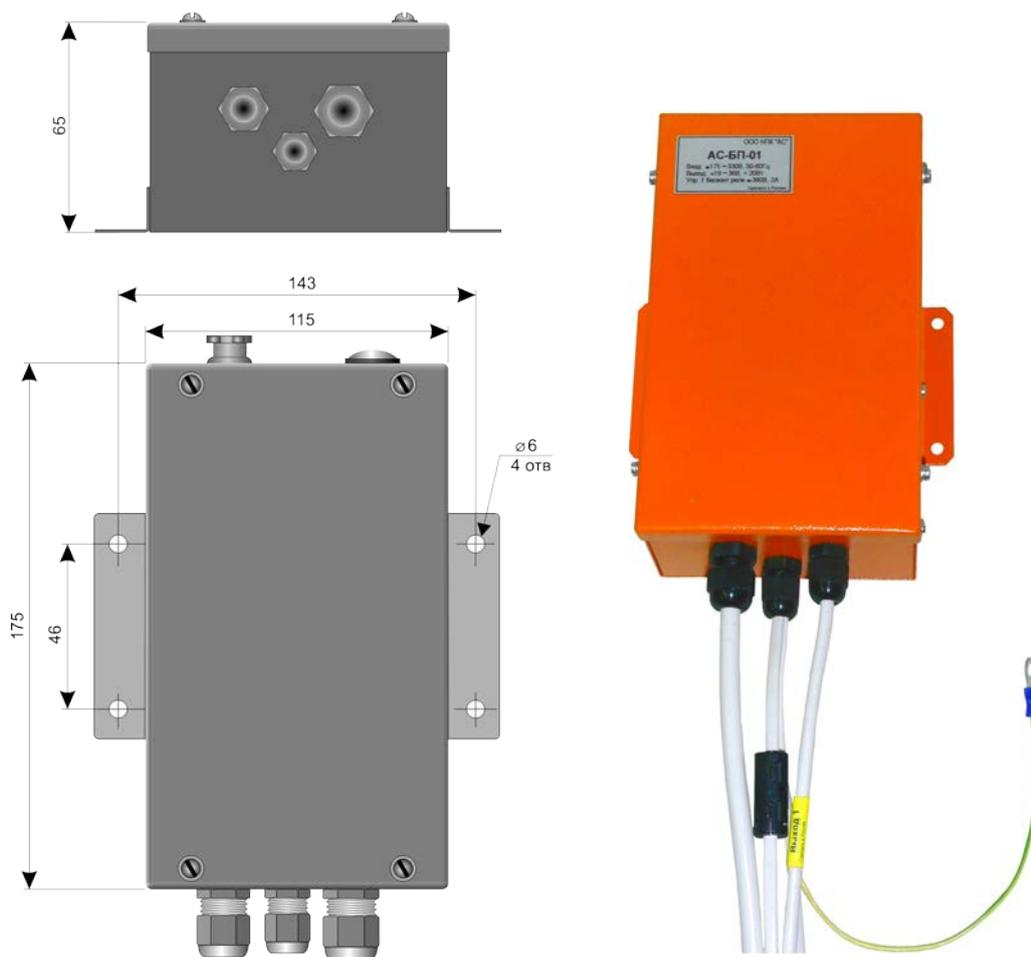

Рис. 8
6.8. Первичный источник питания ИП, Рис.8, служит для преобразования сетевого напряжения 220В в необходимое для питания микроконтроллера напряжение 24В постоянного тока. Источник размещается в непосредственной близости от микроконтроллера, в зоне с отсутствием помех конвективному теплообмену. Содержит встроенный выключатель Sn, предохранитель, преобразователь 220/24В и 2 бесконтактных реле, рассчитанных на коммутацию электрических цепей с напряжением до 380В при токе коммутации до 2А. Источник питания обеспечивает полную гальваническую развязку системы от бортовой сети, в силу чего система АС-АОГ-01м+ не подвержена действию помех, действующих в силовых цепях крановой установки.